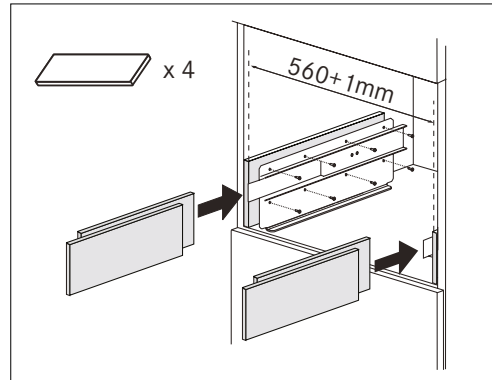

Fig. 7
- ▶ Dacă este necesar, corectați alinierea aparatului prin poziționarea distanțierelor furnizate sub sau pe lateralele suportului (Fig. 7).